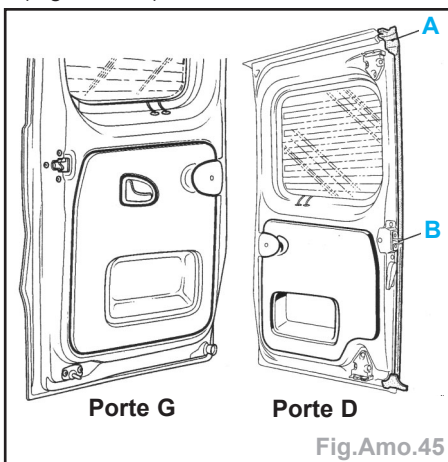

Fig.Amo.45
**Nota :** Ne pas reposer la gâche (B) ni le joint d'étanchéité (A) de la porte droite (Fig.Amo.45).